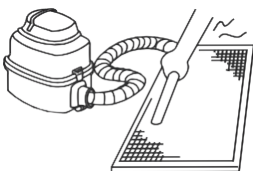

Abb.6-3
- Die Lufteintrittsseite sollte bei Verwendung eines Staubsaugers nach oben zeigen. (Siehe Abbildung 6-3)